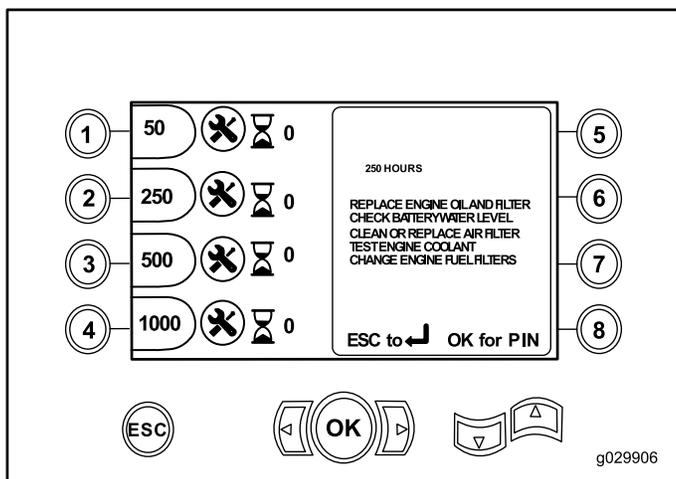

Figure 13
- Bouton 2 – 250 heures (Figure 13)